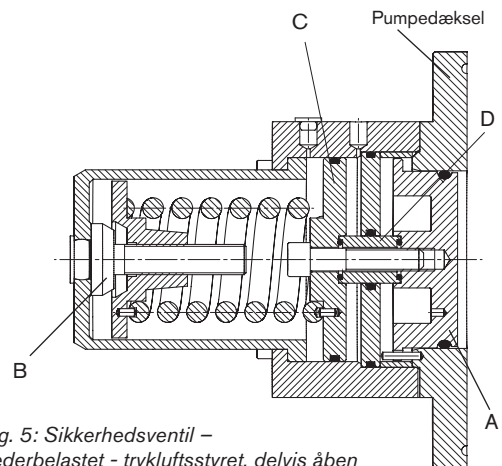

Fig. 5: Sikkerhedsventil – fjederbelastet - trykluftstyret, delvis åben
Fig. 5 viser ventilen delvis åben. Mellemtrykket inden i rotorkassen har forceret ventilhovedet (A) til venstre, mod fjederens kraft via afstandsbøsningen og CIP/SIP-stempelglider.